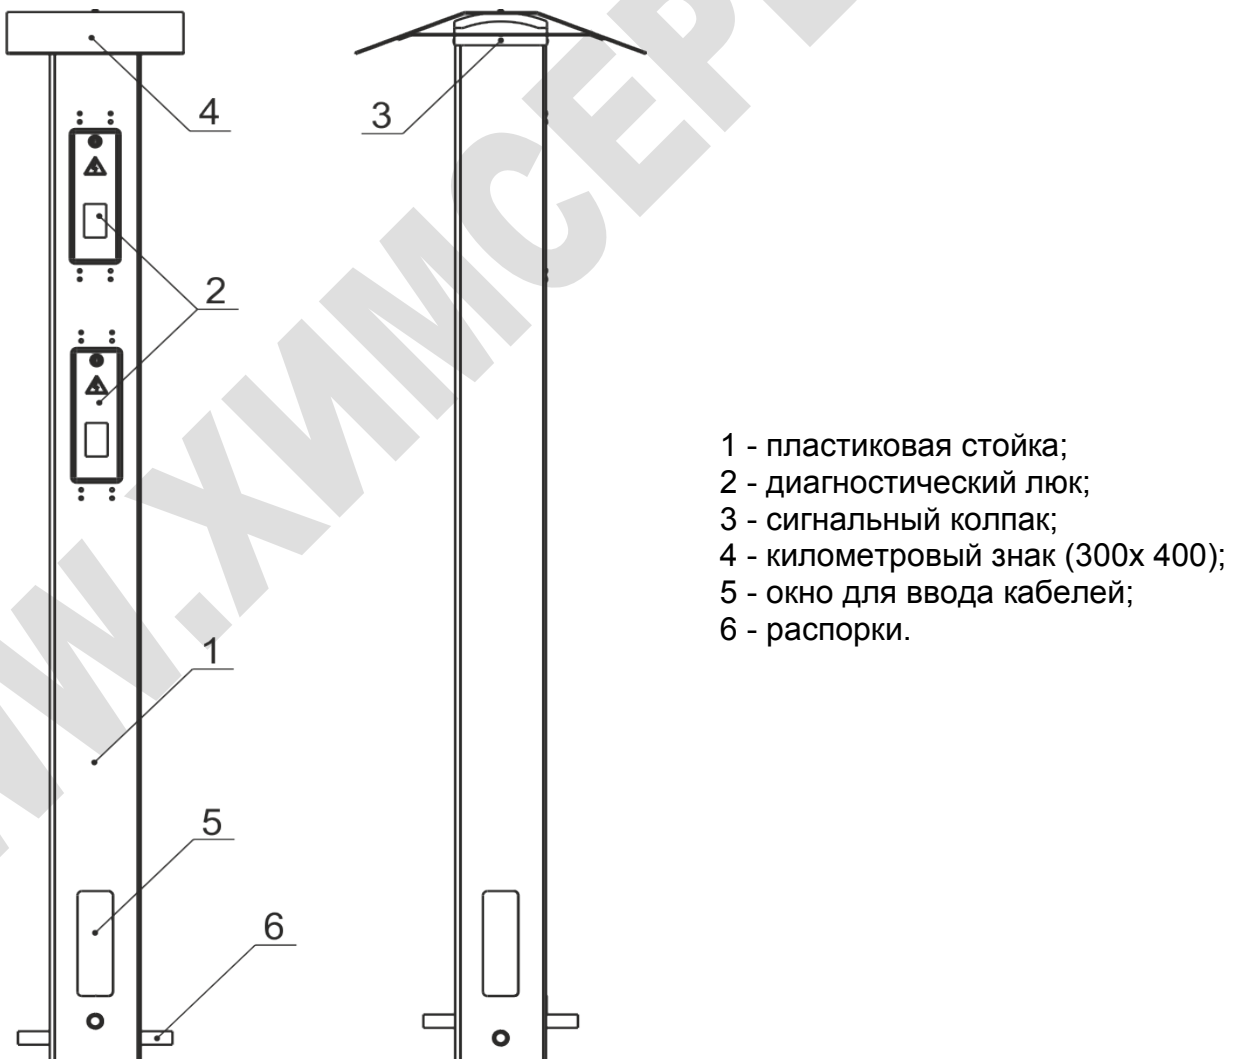

Рисунок 1 – Общий вид контрольно-измерительного пункта
1.2.1 Конструктивно КИП с УКТ (см. рисунок 1) состоит из: